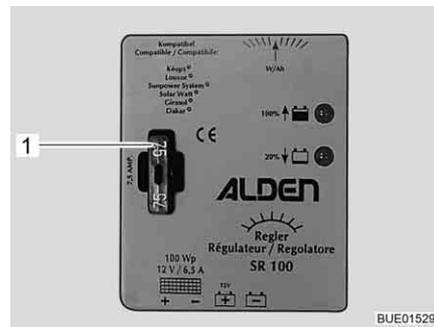

Bild 146 Sicherung Solar-Laderegler 100 W
- Flachsicherung 5 A/hellbraun (Bild 146,1) wechseln.